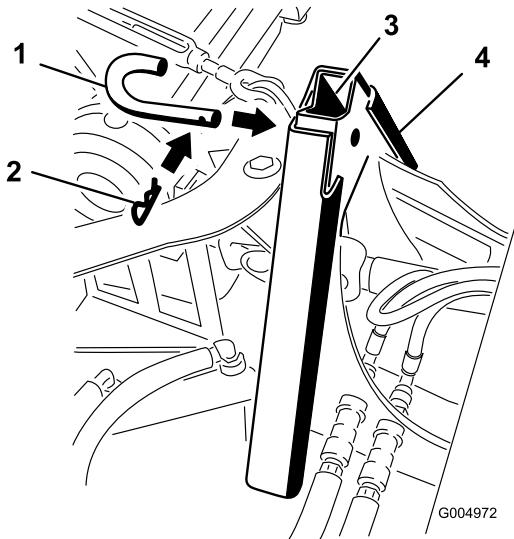

図 71
3. アダプタ同士が相互に連結したら、アタッチメ ントピンとヘアピンコッターで固定する図 71。